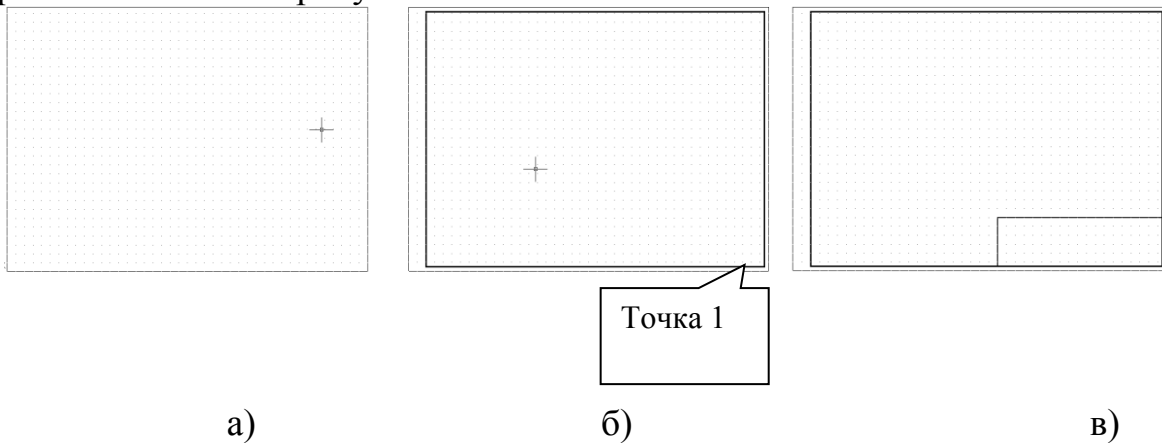

Рис. 13 Задание границ формата А3 и основной надписи.
- щелкнуть на пиктограмме  **Ломаная** и щелкнуть в точке 1(см. Рис.13 б);